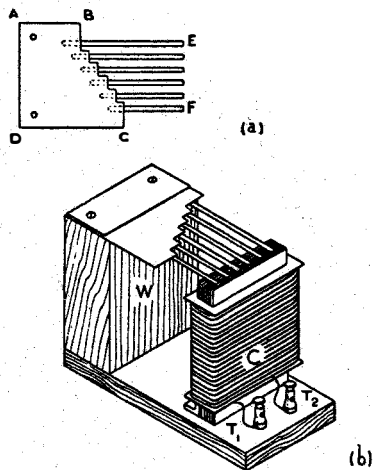

Fig. 3 - Cinque pezzi di molla di diversa lunghezza vi permetteranno di sapere se la frequenza di una corrente è o no costante.
**Ed ora un frequenzimetro** - Ritagliate un pezzo di lamiera da 15 decimi, A-B-C-D, delle seguenti dimensioni: AD = 75 mm., AB = 45 mm., DC = 75 mm., e tracciate e tagliate lungo il lato CB i cinque gradini di fig. 3, facendo ognuno di mm. 5x10.